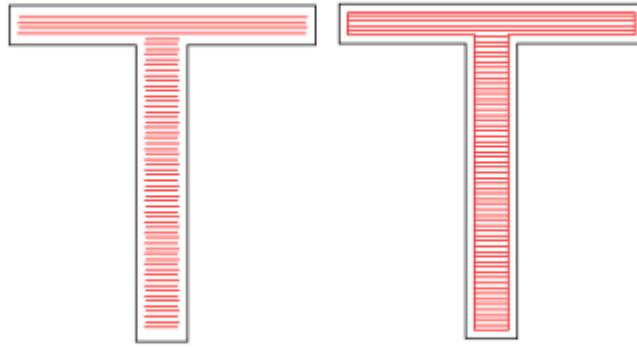

图 3-8 (左图为没有绕边一次的填充图形, 右图为绕边一次的填充图)
**绕边走一次：**指在填充计算完后，绕填充线外围增加一个轮廓图形。如图 3-8